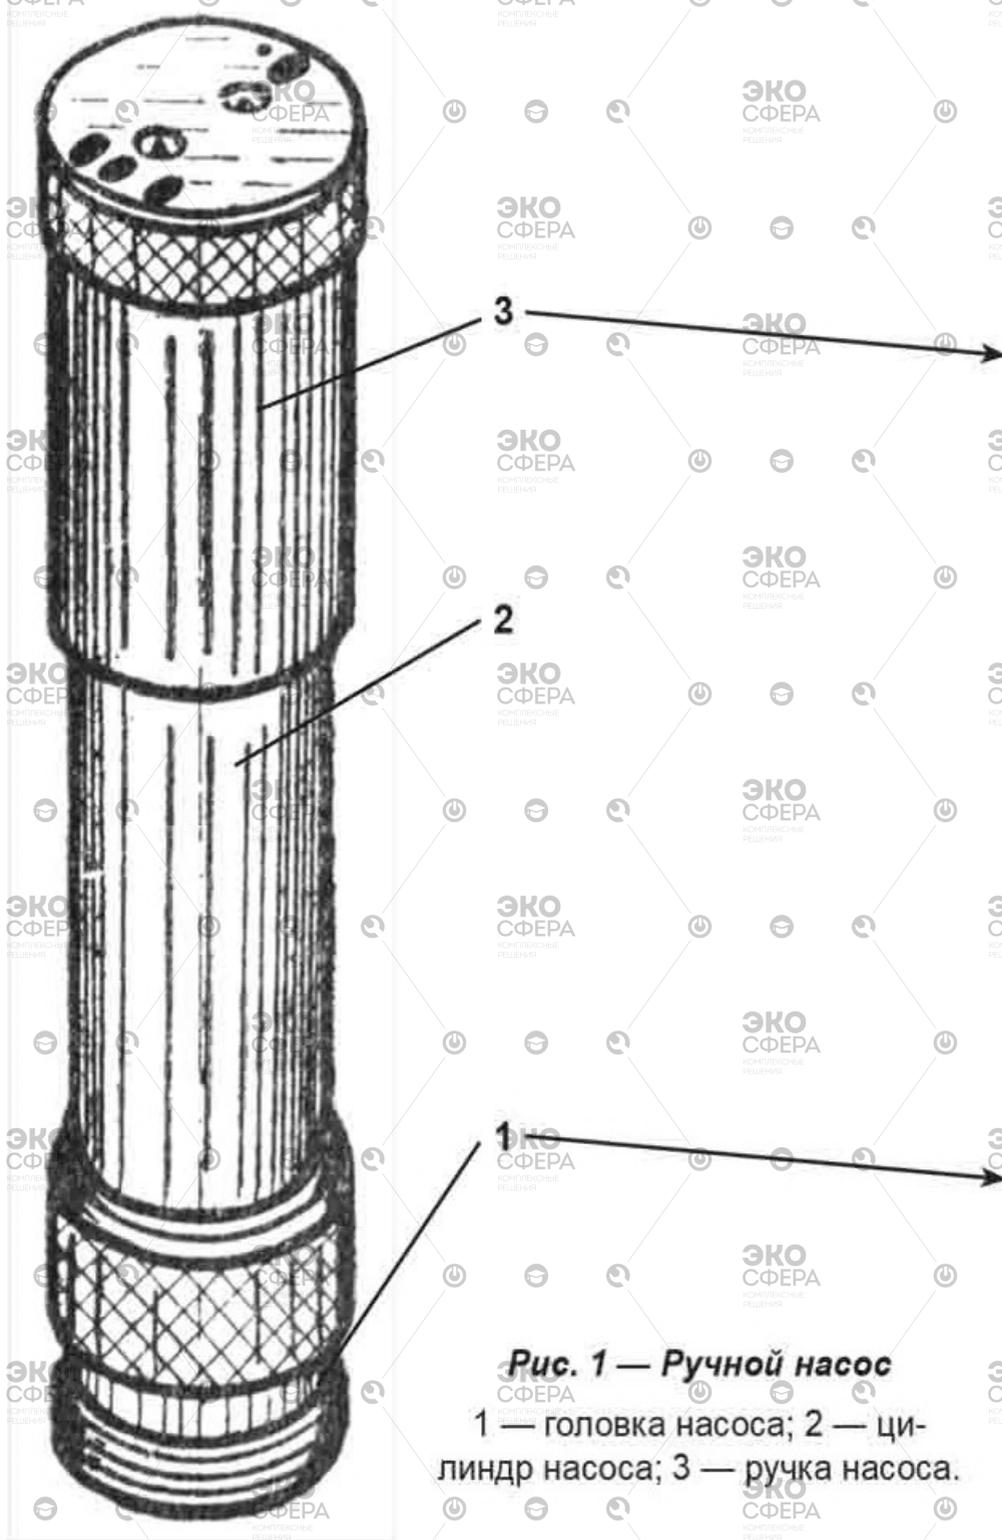

Рис. 1 — Ручной насос
3. Поршневой ручной насос (рис. 1) служит для прокачивания исследуемого воздуха через индикаторные трубки. При 50 качаниях насоса в 1 минуту через индикаторную трубку проходит от 1,8 до 2 литров воздуха.